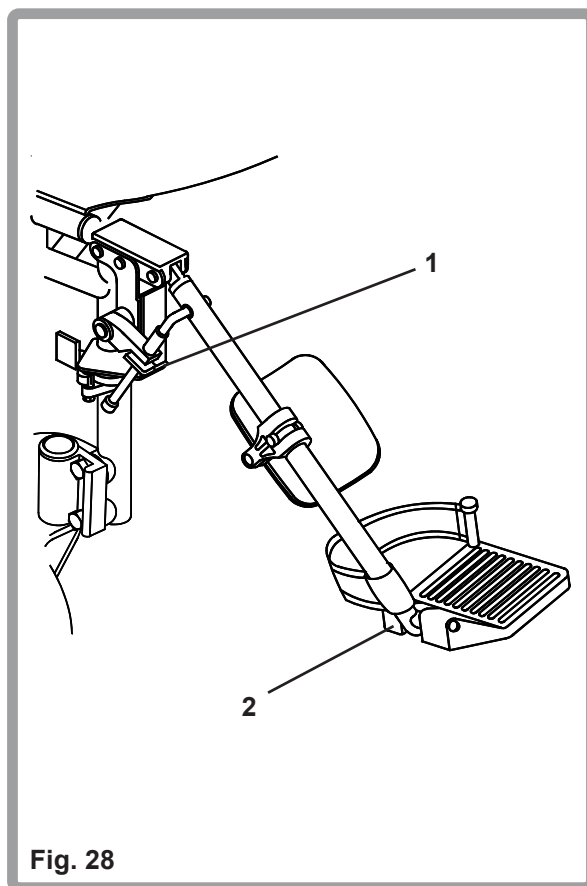

Fig. 28
Volg voor het monteren of verwijderen van comfort beensteunen de instructies voor de wegzwembare beensteunen op de vorige pagina's op. Voor het omhoog brengen van de comfort beensteun tilt u de beensteun (2) omhoog in de gewenste positie en de comfort beensteun zal automatisch op zijn plaats vergrendelen. Voor het naar beneden verplaatsen van de comfort beensteun, terwijl u in de rolstoel zit, duwt u tegen de ontgrendelhendel (1) en verlaagt u de beensteun in de gewenste positie. De comfort beensteun zal automatisch op zijn plaats vergrendelen (Fig. 28).